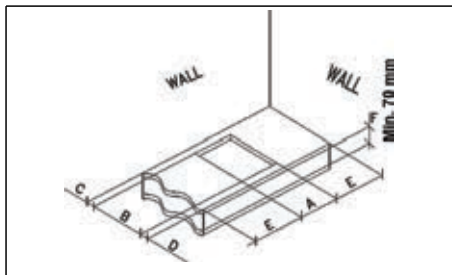
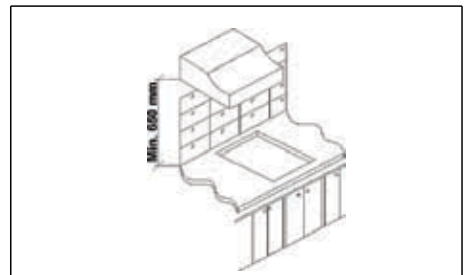

FIG. 7
FIG. 8
Faça uma abertura para o encaixe no plano do móvel de encastre respeitando as dimensões indicadas na fig. 7, certificando-se de que sejam respeitadas as dimensões críticas do espaço no qual o aparelho deverá ser instalado (veja fig. 7 e a distância mínima representado na fig. 8).
- Para evitar possíveis contatos acidentais com a superfície da caixa do plano aquecida durante o funcionamento do mesmo, monte um elemento de separação em madeira e aperte-o com parafusos distância mínima do top 70 mm (fig. 7).